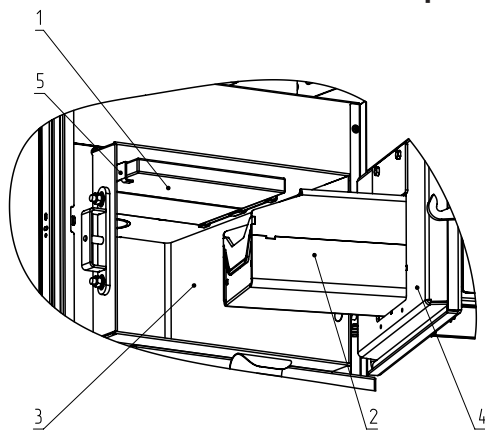

Рис.6 Установка шамотных кирпичей
- Откройте дверцу (поз.4 Рис.6);
- Установите шамотные кирпичи (поз.1 Рис.6) так что бы кирпичи лежали на упорах (поз.5 Рис.6).